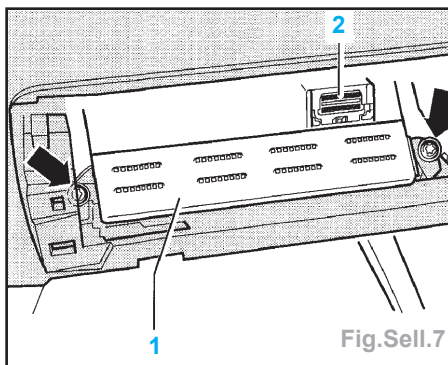

Fig.Sell.7
- Desserrer et enlever le support de sécurité (1) avec fiche diagnostique (2) du tableau de bord (flèche) (Fig.Sell.7).